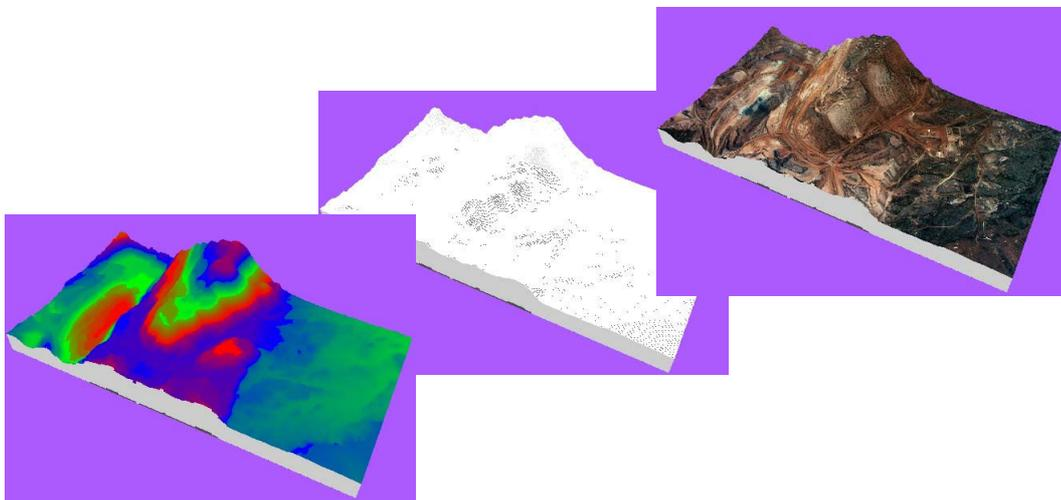

图 3-7 系统测绘成果显示
10. **成果显示** 完成上述操作后，点击系统主界面菜单 **显示**，查看各种成果数据，其中包括 DEM、DOM、等高线影像、等高线叠合正射影像等（图 3-7）。